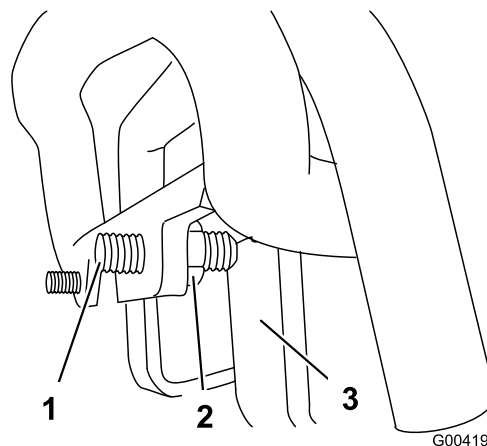

Figura 56
3. Se il trattore devia verso **sinistra**, allentare il controdado **destro** e regolare la vite di registro sulla parte anteriore del comando della trazione (Figura 56).
4. Se il trattore devia verso **destra**, allentare il controdado **sinistro** e regolare la vite di registro sulla parte anteriore del comando della trazione (Figura 56).